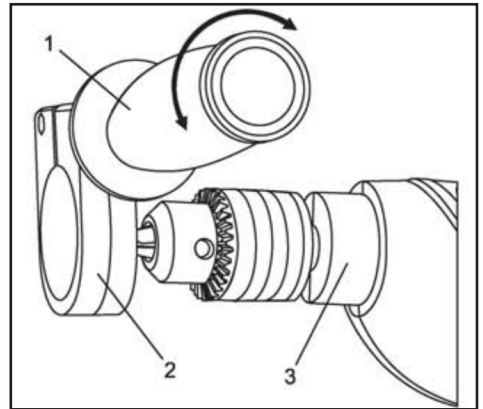

Fig.7
Instale la manija auxiliar (1) para el funcionamiento con dos manos en la broca (Fig.7). Esto es particularmente importante para perforación en concreto.
1. Gire la manija auxiliar en sentido antihorario para abrir el collarín de montaje (2).
2. Deslice el collar de la manija auxiliar sobre el mandril y completamente sobre la carcasa del taladro (3).